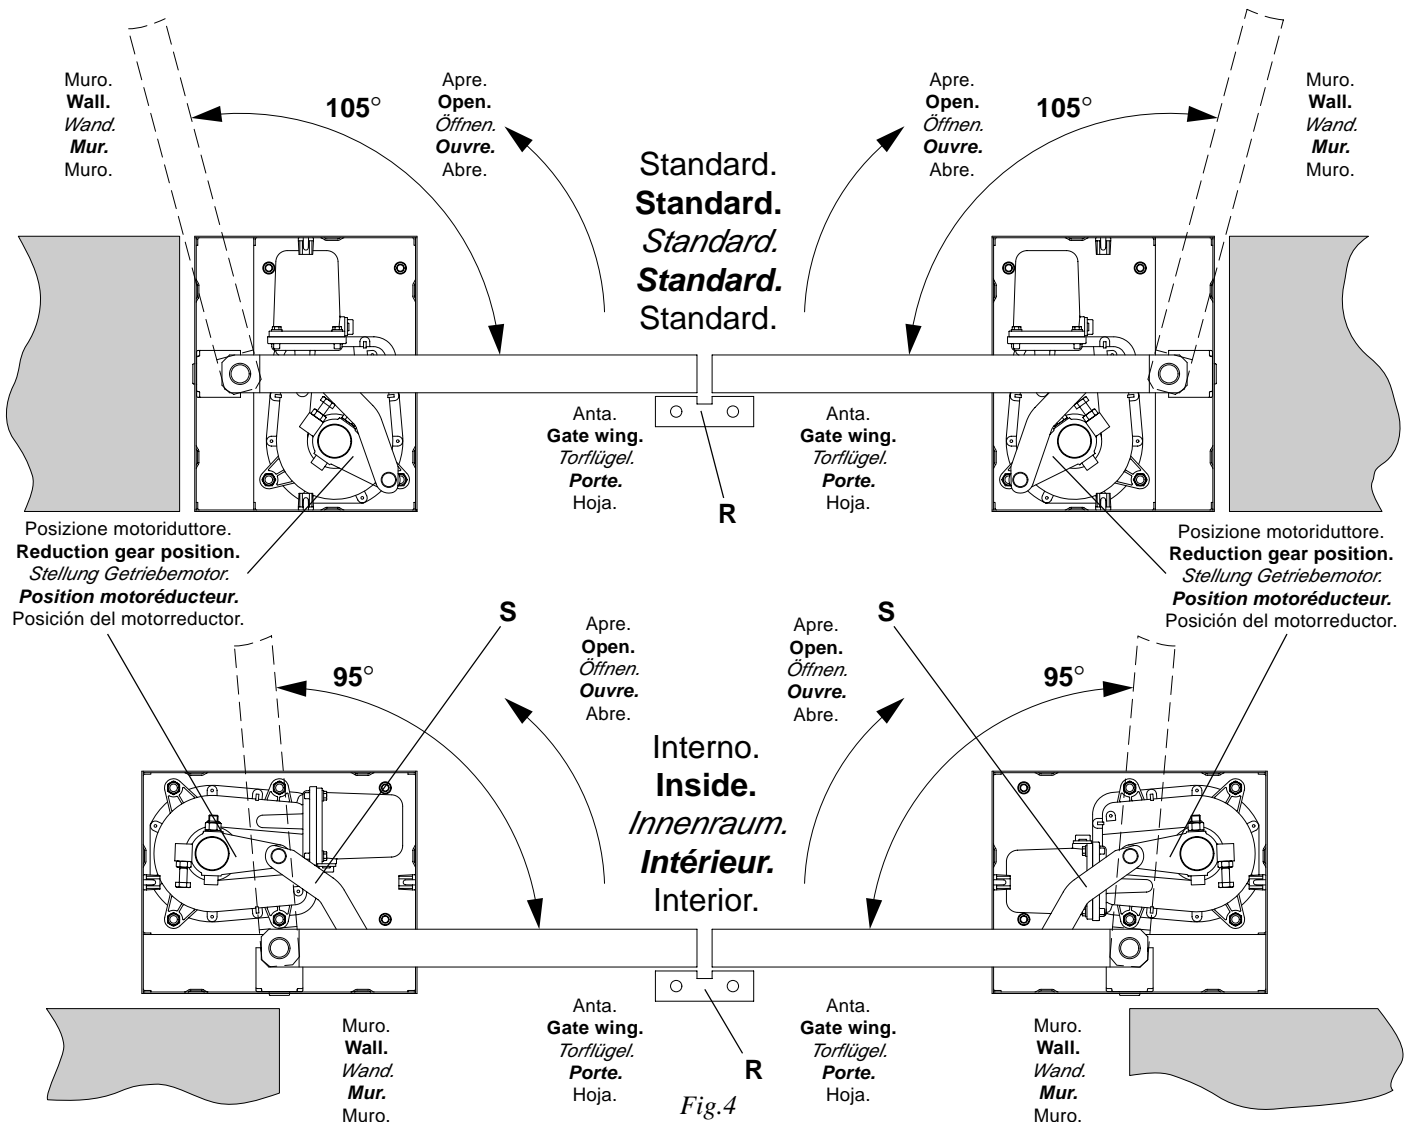

Fig. 4
N.B.: La massima apertura ottenibile per i diversi piazzamenti della cassa (standard o interno) è indicata in fig. 4. Per aperture maggiori utilizzare l'accessorio DU.IT180N.
N.B.: Fig. 4 shows the maximum opening in the various positions of the casing (standard or inside). For greater openings use the accessory DU.IT180N.
N.B.: Die maximale Öffnung für die verschiedenen Positionen des Gehäuses (Standard oder inneren) ist im Abb. 4 angegeben. Soll die Öffnung größer sein, Zubehör DU.IT180N verwenden.
N.B.: L'ouverture maximum pouvant être obtenue pour les différentes mises en place du coffre (standard ou interne) est indiquée à la fig. 4. Pour des ouvertures supérieures, se servir de l'accessoire DU.IT180N.
N.B.: La máxima apertura conseguible para los diversos montajes de la caja, (standard o interno), se indica en la fig. 4. Para aperturas mayores utilizar el accesorio DU.IT180N.